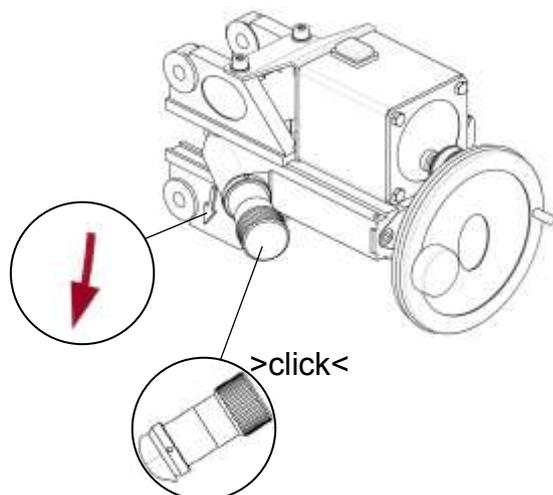

Fig. 59
1. Déterminer le bon sens de rotation du moteur d'entraînement DU8610, voir le sens des flèches sur le DL8704, fig. 59.
9. Un clic est équivalent à 0.05 mm. Fig. 59.